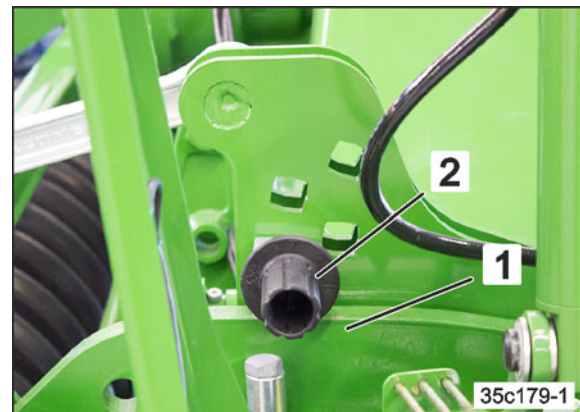

Fig. 106
- Los brazos portantes (Fig. 106/1) se apoyan sobre los pernos de regulación de profundidad (Fig. 106/2).
7. Comprobar si ambos brazos portantes (Fig. 106/1) se apoyan en pernos de regulación de profundidad.